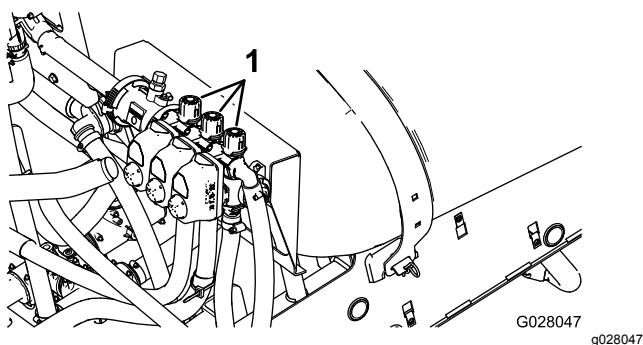

Figura 87
10. Desligue a rampa esquerda e ajuste a válvula de derivação da rampa (Figura 87) até que a leitura da pressão se encontre no nível previamente ajustado (habitualmente 2,75 bar).
2. Fechada (0)
12. Ajuste a válvula de derivação da rampa direita (**Figura 87**) até que a leitura da pressão se encontre no nível previamente ajustado (habitualmente 2,75 bar).
14. Ajuste a válvula de derivação da rampa central (**Figura 87**) até que a leitura da pressão se encontre no nível previamente ajustado (habitualmente 2,75 bar).